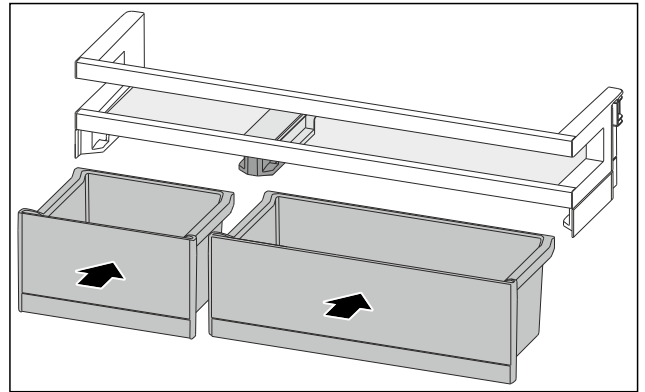

Fig. 136
- Installer les VarioBoxes dans l'agencement inverse. (voir Fig. 136)